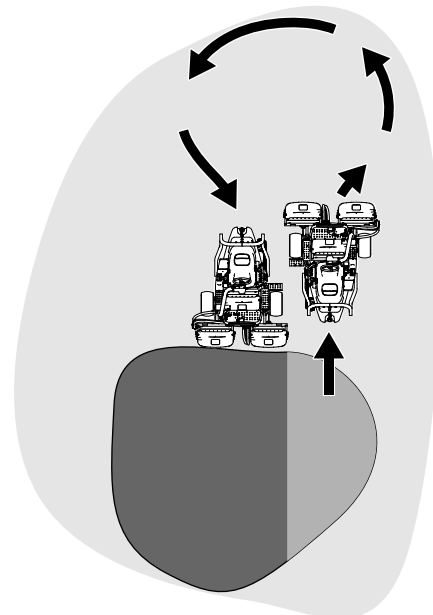

Figura 22
6. Pentru a reduce timpul de operare i pentru a uura alinierea pentru trecerea următoare, virai maina în direcție opusă, apoi virai-o în direcția porțiunii netăiate. Această mișcare este un viraj în formă de lacrimă (Figura 22), care aliniază rapid maina pentru trecerea următoare.